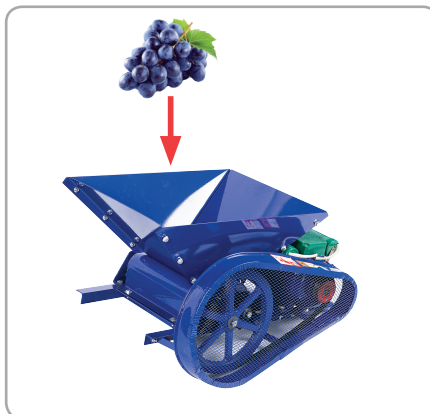

Fig.5
- Introduceți manual struguri în cuva de alimentare, pe rând, având grijă să nu supraîncărcați motorul (fig.5).